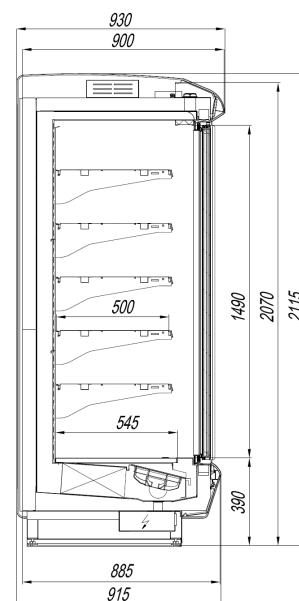

Рисунок 9. КВАРЦ КОМПАКТ ШКАФ
- «КВАРЦ КОМПАКТ ШКАФ» - пристенная среднетемпературная горка с шириной основания 915мм и распашными каркасными дверями (рисунок 9);